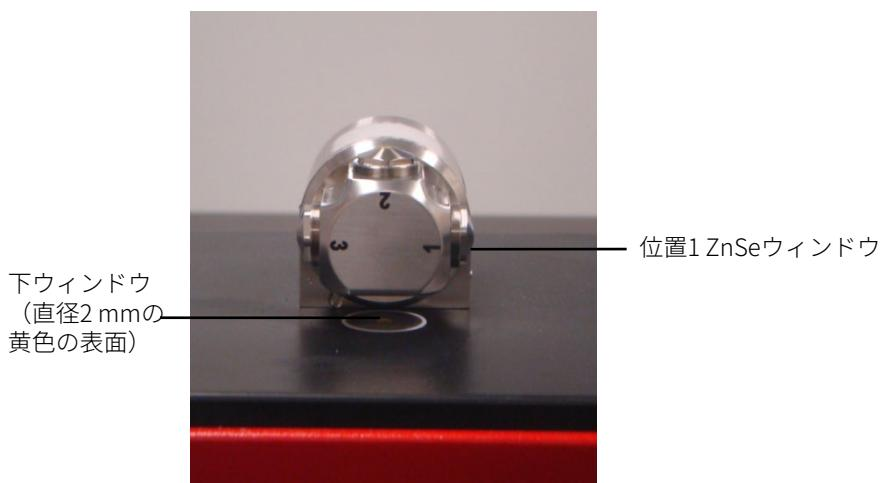

図 10：アクセサリ・ウィンドウが上を向いた状態の DialPath
サンプル分析モードでは、DialPathは、アクセサリ光学ウィンドウが下の4500 DialPath FTIRサンプル・マウント領域を向くように回転します。この位置では、赤外（IR）エネルギーがサンプルを通過し、測定が可能になります。DialPathアームが戻り止めに達し、定位置にはまるまで、DialPathアームを完全に回してください。この戻り止めによってサンプル測定中にアクセサリが固定されます（図10を参照）。
- 4 アームを定位位置に納まるまで時計回りに回して、デバイスを閉じます（図10を参照）。